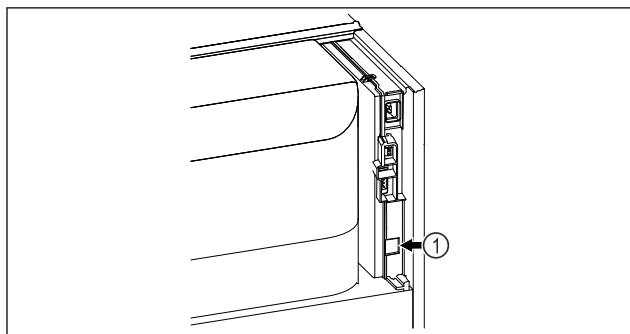

Fig. 172
- ❑ SmartModule Fig. 172 (1) è inserito.